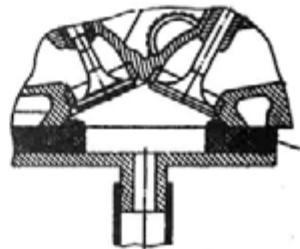

Рис. 33. Воздушный колокол:
- установите воздушный колокол так, чтобы его резиновый уплотнитель 1 (рис. 33) накрыл одну из камер сгорания головки цилиндров;